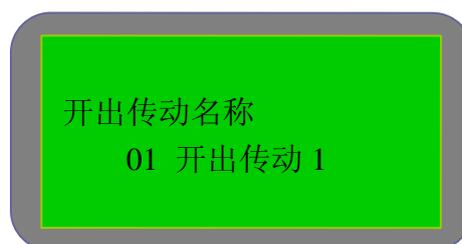

图 5-5-1
1) 开出传动。如图 5-5-1, 按“上移”键或“下移”键选择所测试的出口, 选定后出现界面 5-5-2, 操作须输入密码“8888”。